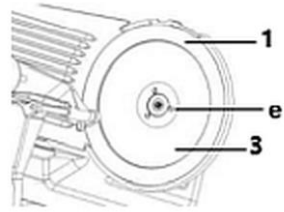

Abb. 13
- Zur Abnahme des Schneidmessers (1) lösen Sie die 3 Feststellschrauben (e) mit einem geeigneten Schraubendreher (Abb. 13).
- Hängen Sie das Schneidmesser (1) vorsichtig aus.
- Reinigen Sie die Schneidmesserabdeckung (3) und das Schneidmesser (1) mit warmem Wasser und einem neutralen Reinigungsmittel. Verwenden Sie einen Schwamm, eine geeignete Reinigungsbürste oder ein weiches Tuch. Spülen Sie mit klarem Wasser nach.
- Reinigen Sie den Messerschutzing (2) mit warmem Wasser und neutralem Reinigungsmittel. Wischen Sie mit klarem Wasser nach. Lassen Sie die gereinigten Teile lufttrocknen oder trocknen diese mit einem Tuch ab.
- Montieren Sie nach der Reinigung das Schneidmesser (1) mit den 3 Feststellschrauben (e), die Schneidmesserabdeckung (3) mit der Schraube (d) wieder am Gerät unter Einhaltung der richtigen Position.